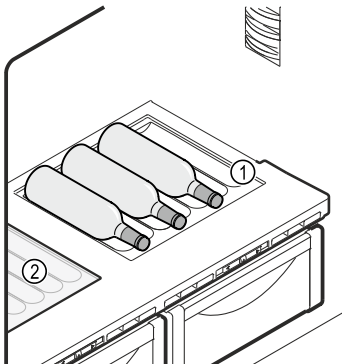

Fig. 128 Примерное изображение
- ▶ Установите стеклянную пластину Fig. 128 (2) под сменной полкой для хранения бутылок.